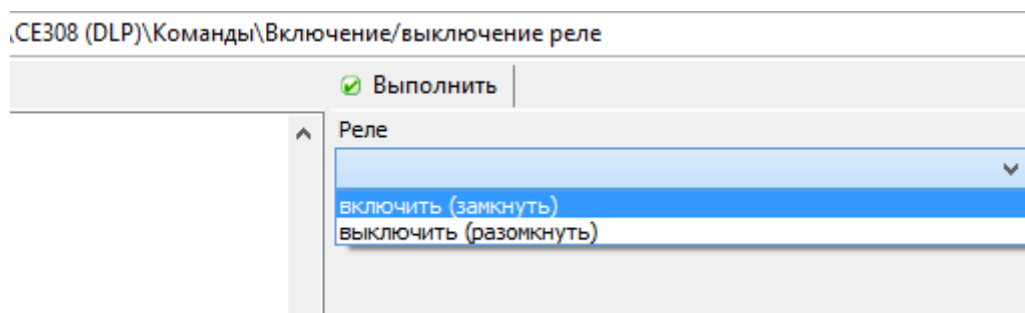

Рисунок 4.4 – Управление реле
4.2.1 Управление реле выполняется в разделе закладок «Команды» (рисунок 4.4).